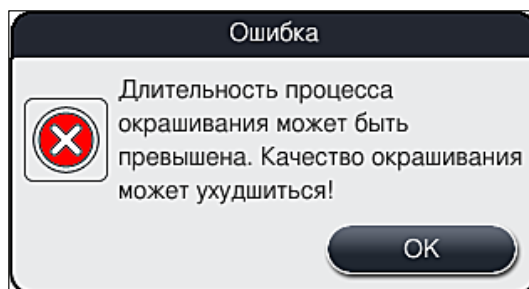

Рис. 109
1. После подтверждения этого информационного сообщения пользователь получает информацию о возможном превышении периодов окрашивания, то есть о том, что отдельные штативы уже слишком долго находятся в реактиве при определенных обстоятельствах или в критической станции, результатом чего может стать ухудшение качества окрашивания. Подтвердите это информационное сообщение (→ "Рис. 109") нажатием кнопки **OK** для возобновления.